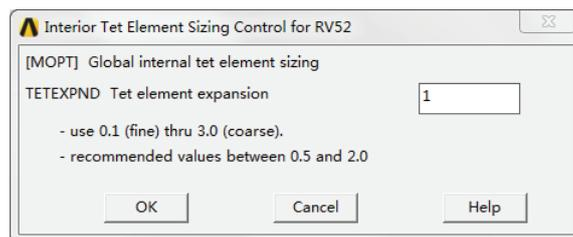

图 5-32 体的内部 RV52 四面体单元尺寸控制对话框
3) **【Volu Cntrls】**：体的总体单元尺寸控制。单击该菜单项，弹出如图 5-32 所示的总体单元尺寸控制对话框。